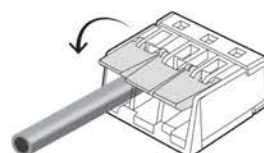

Рис. 3
5. Опустить рычаг на один уровень с корпусом клеммы в исходное положение – закрыть зажим (рис. 3).